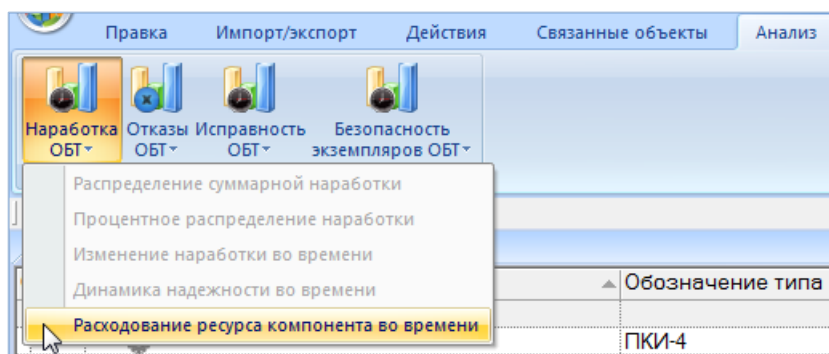

Рис. 25-43 – Выбор диаграммы по наработке
- 3) Нажать кнопку «Наработка ФИ» панели «Диаграммы» на вкладке «Анализ» и выбрать пункт «Расходование ресурса компонента во времени» (рис. 25-43).